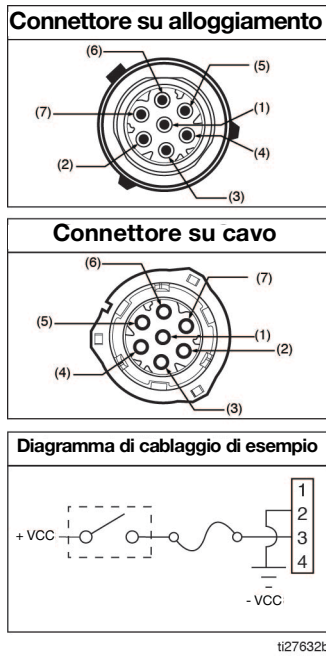

FIG. 5
- Per identificare la posizione corretta nel connettore, vedere il layout dei Pin nella FIG. 5.